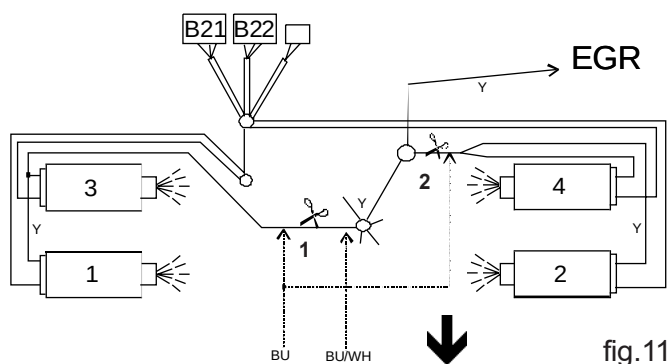

fig. 11
9. Injectoronderbreking. Maak de kabelbundel naar de rechter benzine-injectoren open bij de achterzijde van de rechter inlaatbuis (1). Knip hier de gele injector voedingsdraad door. Sluit de blauwe draad van de injectoronderbreking aan richting injectoren en de blauw/witte draad richting ECU. Zie fig. 11. Maak de kabelbundel naar de linker benzine-injectoren open t.h.v. de achterzijde van de linker inlaatbuis (2). Knip hier de gele injector voedingsdraden door. **Let op dat niet de gele draad t.b.v. de stationaire luchtomloop en de EGR worden onderbroken !** Sluit de gele draad richting injectoren aan op de blauwe draad van de injectoronderbreking. De andere zijde van de injectoronderbreking afisoleren. Isoleer de gemaakte verbindingen.